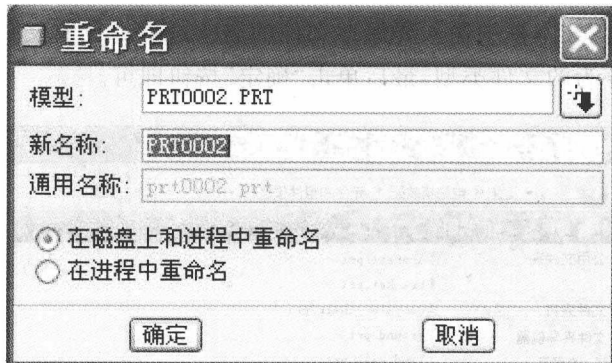

图 1.2-10 “重命名”对话框
(6) 重命名
① 选择“文件”→“重命名”命令,弹出如图 1.2-10 所示的“重命名”对话框,当前模型的名称则出现在“模型”文本框中。
② 在“新名称”文本框中输入新文件名。
③ 选中“在进程中重命名”或“在磁盘上和进程中重命名”单选按钮。
④ 最后单击“确定”按钮即可完成重命名操作。